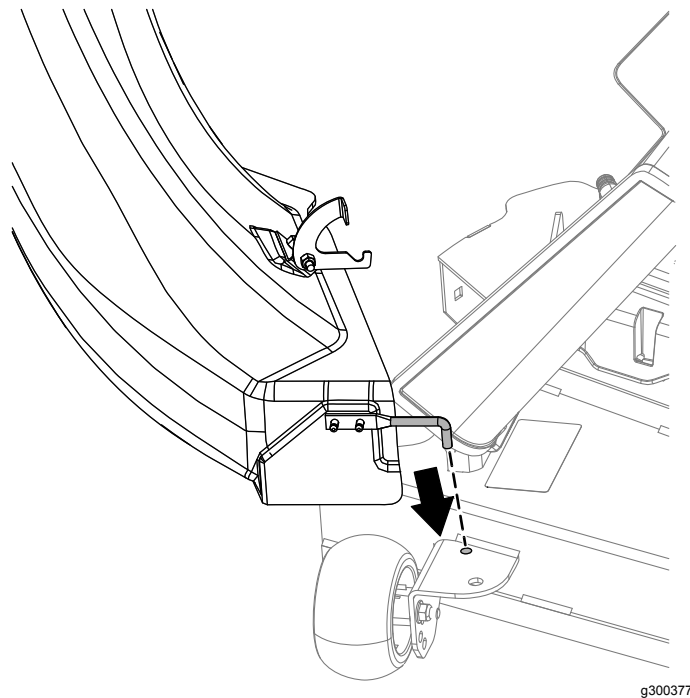

図 21
4. 図 21のように、シュートを傾けてデッキの穴にピンを挿入する。